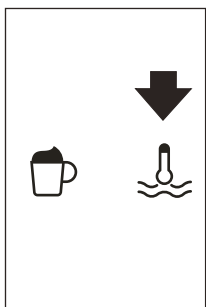

Рис. 27
- ▶ Нажмите значок ☒ (B13) (Рис. 27).